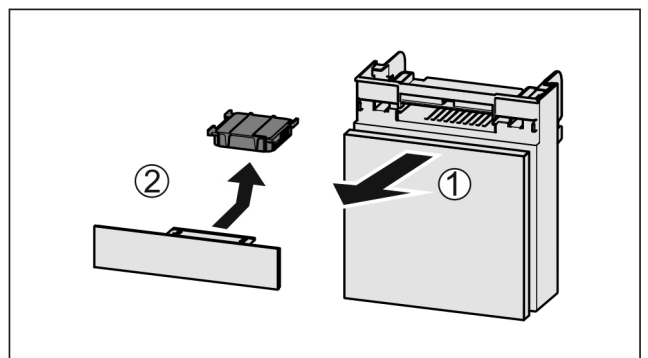

Fig. 147
- ▶ Vytiahnite zásuvku smerom dopredu Fig. 147 (1).
- ▶ Vyberte aktívny uhlíkový filter Fig. 147 (2).